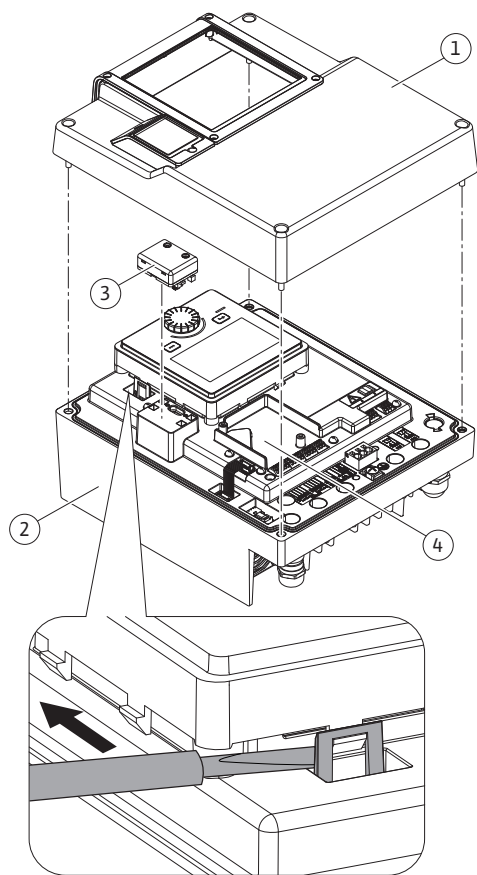
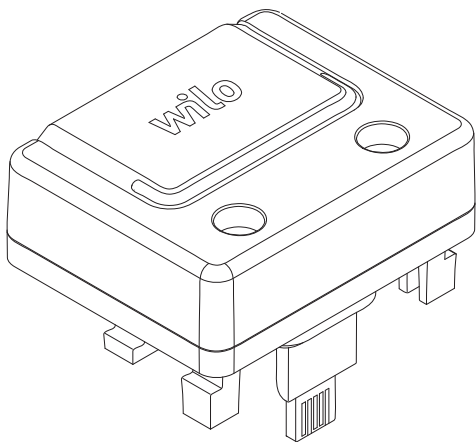

Fig. 25: Электронный модуль
Fig. 26: Модуль Wilo-Smart Connect BT
1. Осторожно открыть фиксаторы (Fig. 25) инструментом (например, отверткой).
Интерфейс Bluetooth модуля Wilo-Smart Connect BT (Fig. 25, поз. 3 и Fig. 26) служит для подключения к мобильным терминалам, таким как смартфон и планшет. Мобильное приложение Wilo-Smart Connect позволяет управлять насосом, выполнять его настройку и считывать его данные. См. настройки в главе «Ввод в эксплуатацию» [► 49].
3. Подсоединить модуль Wilo-Smart Connect BT к предусмотренному интерфейсу Wilo-Connectivity Interface. См. Fig. 25, поз. 3.
Модули CIF (принадлежности) обеспечивают связь между насосом и СУЗ. Модули CIF устанавливаются в электронный модуль (Fig. 25, поз. 4).